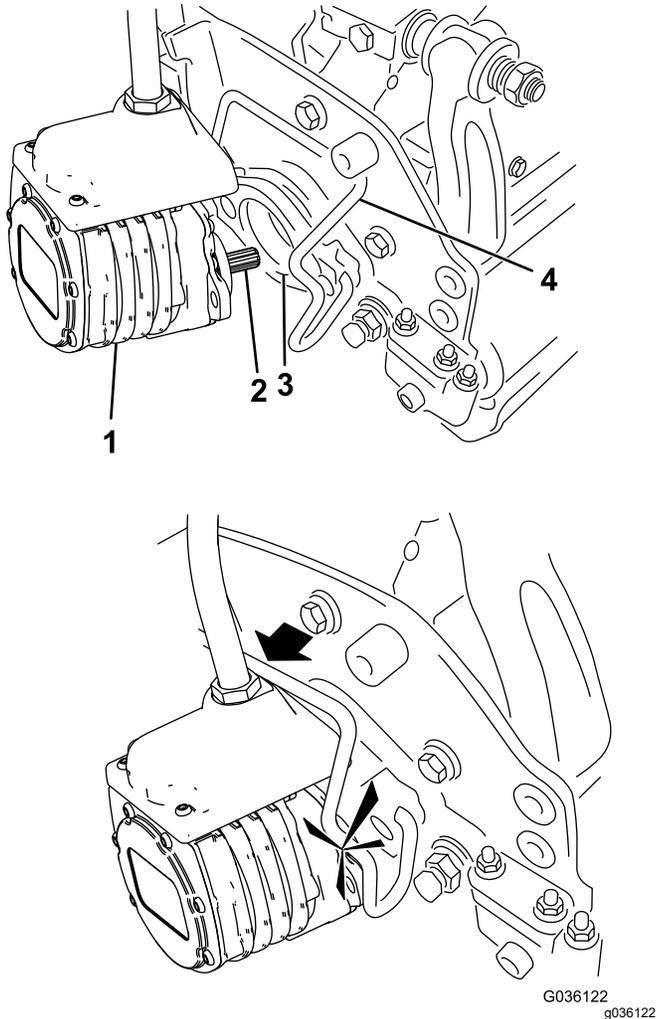

図 56
- カuttingユニット用モータのスプラインシャフトにきれいなグリスを塗りつける 図 56。
- モータを、カuttingユニットの左側運転席から見てに取り付け、カuttingユニットについているモータ固定バーを、モータの上から被せるようにセットし、モータの左右から「カチッ」というロック音が聞こえるまで押し下げる 図 56。